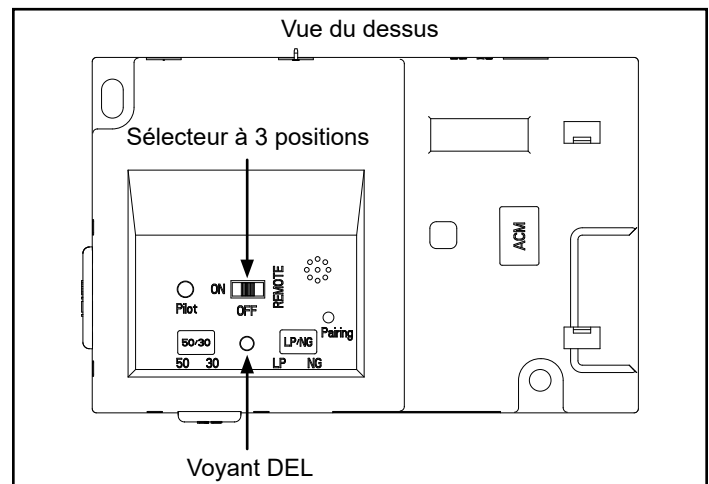

Figure 4.5 – Module IFT-ECM
Le système d'allumage de veilleuse intermittent IntelliFire^{MC} possède un système de secours par piles qui lui permet de continuer à fonctionner durant une coupure de courant. Le système offre une transition transparente de l'alimentation CA de la maison aux piles de secours. Un bloc-piles installé en usine se trouve dans le logement des commandes de l'appareil. Voir figure 4.5. La longévité et la performance des piles seront affectées par une exposition à long terme aux températures de service de cet appareil.
1. Le module de commande électronique (IFT-ECM) possède un sélecteur ON/OFF/REMOTE (MARCHÉ/ARRÊT/TÉLÉCOMMANDE) à trois positions qui doit être placé dans la bonne position pour fonctionner correctement (figure 4.5). Lorsque vous changez la position du sélecteur, il est important de faire une pause à chaque position pendant 1 à 2 secondes.